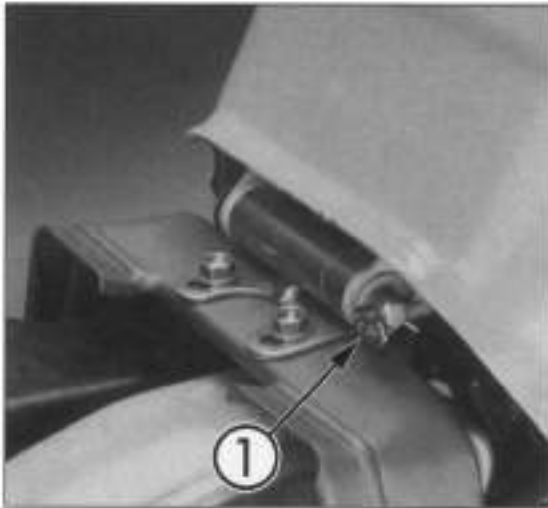

Bild 11
• Dazu am Vergaser unten Gummistaubkappen abziehen und Gegenmutter der Seilzugwiderlager (Bild 11) lösen. Einsteller auf grösstmögliches Spiel eindrehen.
• Grössere Einstellungen am unteren Einsteller (am Vergaser, Bild 11) vornehmen. Zum Einstellen des Spiels Gegenmutter lösen und Einsteller drehen. Anschliessend wieder kontern.